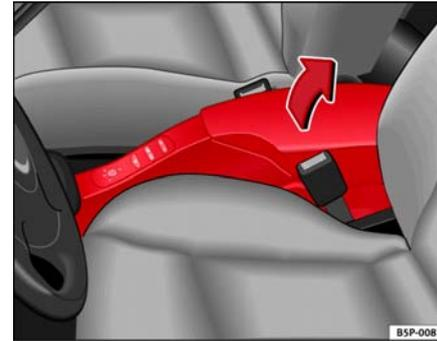

Fig. 102 Reposabrazos delantero con portaobjetos
- Para abrir el portaobjetos, presione la tecla del reposabrazos en la dirección de la flecha ⇒ fig. 102 y levante la tapa.